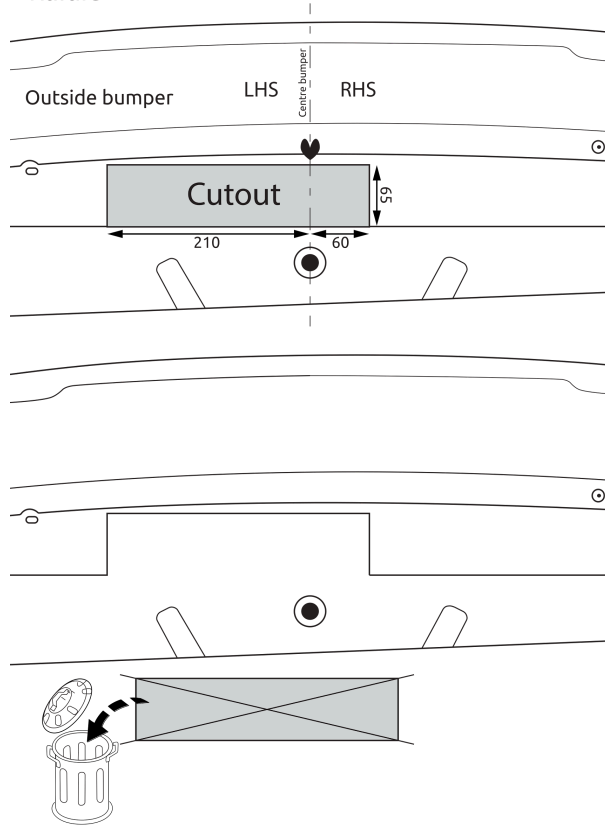

Fig. 4
7. Внимание! При необходимости: Выпилить обозначенные части, как указано на рис. 4 & 5.